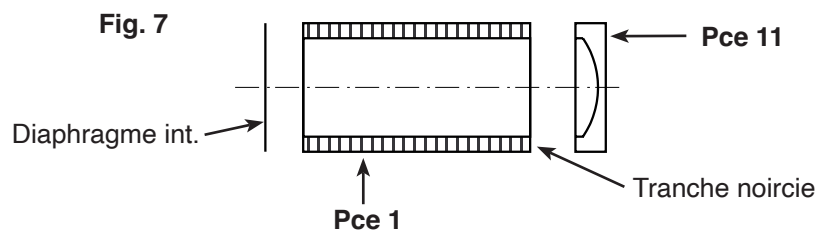

Fig. 8
18. Découper la décoration de couverture pour le support de l'objectif. Glisser le support de l'objectif (pce 10) sur le grand tube. Enrouler le papier de couverture autour du support et coller. Retirer le support qui se trouve sur le grand tube (fig. 8).
19. L'anneau d'objectif externe (fig. 7) avec la tranches noircie en avant est glissé sur l'anneau d'objectif interne (fig. 8) de manière que les deux tranches noircies soient contiguës et forment un espace noir compact. Coller les bagues d'objectif de manière à former un seul anneau épais (fig. 10 + 11).